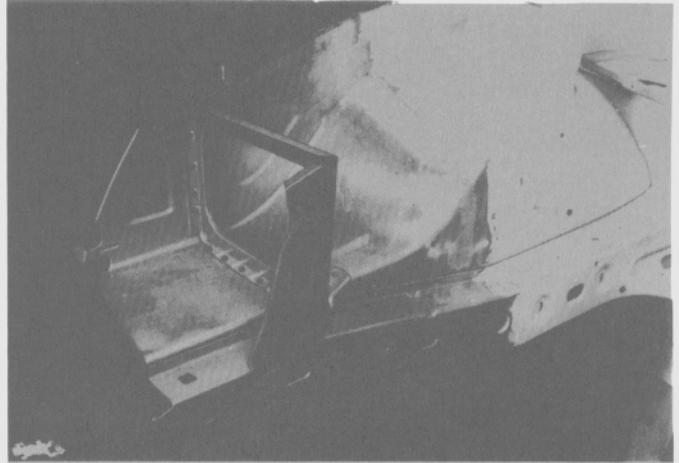

Fig. 120
- Soldarlo por puntos (Fig. 120).